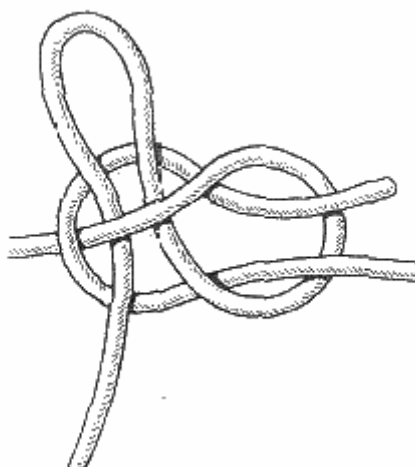

Рис. 96. Развязывающийся ткацкий узел
**Развязывающийся ткацкий узел** (рис. 96). Отличный ткацкий узел - "родной брат" шкотовому узлу. Его можно улучшить, если ходовой конец троса пропустить под коренной сложенным вдвое. При этом он будет держать столь же надежно, но в любую минуту может быть развязан, даже под натяжением.